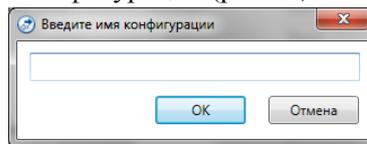

Рис. 45 Окно ввода имени конфигурации
- ✓ В открывшемся окне ввести имя конфигурации (рис.45).